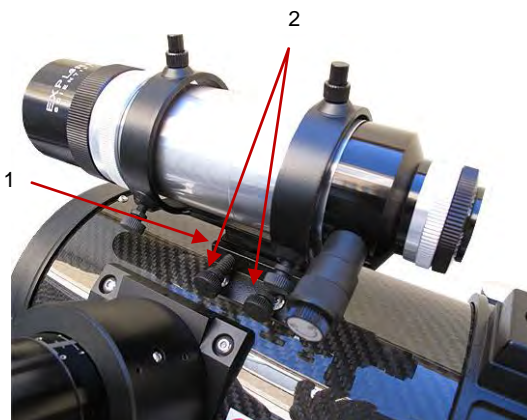

Fig. 3, queue d'aronde et vis de fixation
1. Faites glisser le rail situé au bas du chercheur dans la fente de l'ensemble de montage (**1, Fig.3**). Pour immobiliser le chercheur à la base, serrez les deux vis à oreilles (**2, Fig. 3**) en les serrant fermement.